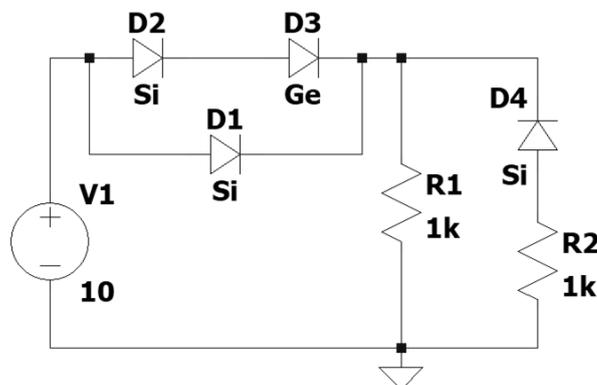

Figura 1
- 3.4.1 Determinar el voltaje y la corriente de cada elemento del circuito de la Figura 1. De ser necesario considerar: $r'_d = 10 \Omega$ (resistencia dinámica en polarización directa) y $r'_R = 100 \text{ M}\Omega$ (resistencia dinámica en polarización inversa).